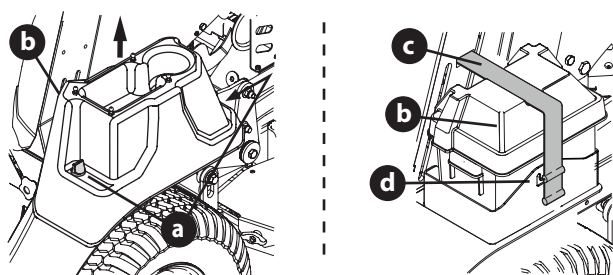

Fig. 22
- Cortadoras de césped con plataformas de 48, 54 ó 60 pulgadas - Retire los dos tornillos de mariposa (a) que sujetan la cubierta de la batería (b) al guardabarros derecho. Levante para retirar la cubierta de la batería (Fig. 22).
- Cortadoras de césped con plataformas de 36 pulgadas - Desenganche la correa de goma (c) que sujeta la cubierta de la batería (b) a la bandeja de la batería (d). Levante para retirar la cubierta de la batería (Fig. 22).